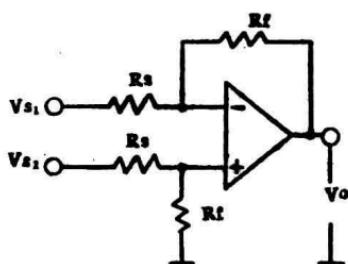

图5 差动运放电路
3. 差动运放电路 (图5)
路，只是符号相同。典型的减法电路就是对称差动放大器如图5所示，其工作原理不再重复。